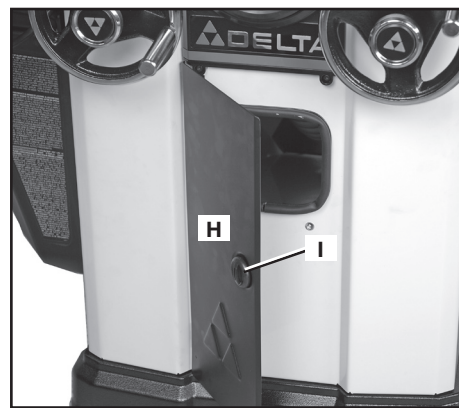

FIG. 85
VIDER PÉRIODIQUEMENT L'ACCUMULATION DE SCIURE DANS L'ARMOIRE : un panneau d'accès (H) fig. 85 à l'avant de la scie s'y prête bien. Ouvrir le panneau — en tournant le bouton (I) — et vider périodiquement l'accumulation de sciure. **REMARQUE** : les débris sous le passe-lame, à l'intérieur de l'orifice de dépoussiérage et derrière le couvercle du moteur, peuvent aussi être éliminés de la scie Unisaw.